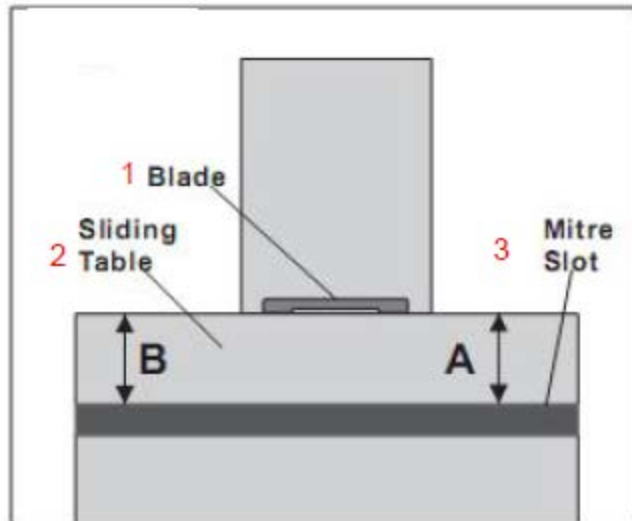

Рис. 29: 1 – дисковая пила, 2 – каретка, 3 – паз углового упора
4. Полностью переместить каретку в одну сторону и с помощью точной линейки измерить зазор между кромкой каретки и отметкой на дисковой пиле, как показано на рис. 29.